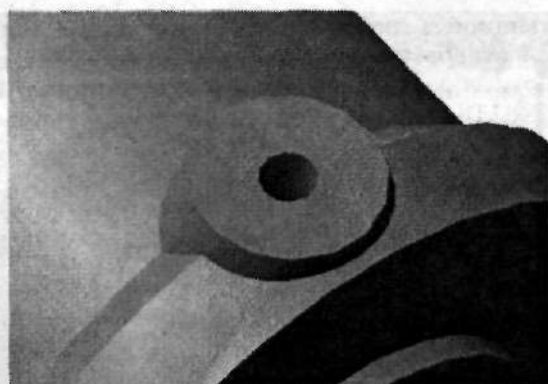

Рис. 2.110. Отверстие в конусе построено!
2. Щелкните по кнопке вырезать выдавливанием на инструментальной панели **Редактирование детали**. На **Панели свойств** выберите направление выдавливания — **Прямое направление**, **Способ построения** — **На расстояние**, **Расстояние 1** — 18 мм, остальные параметры на вкладках оставьте предлагаемыми по умолчанию. Щелкните по кнопке **— (Создать объект)**. Таким образом, с одним отверстием вы справились (рис. 2.110).